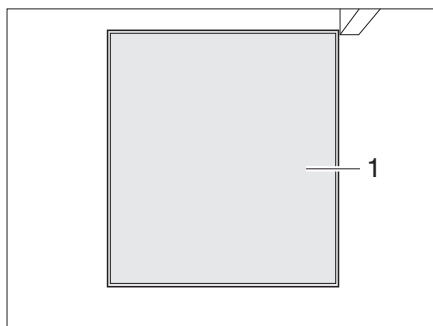

Fig. 240 Acceso al depósito de aguas fecales, cerrado
- Si el acceso al depósito de aguas fecales (cassette) (Fig. 240,1) está cerrado: extraer el cuarto de aseo (véase apartado 11.7.1).